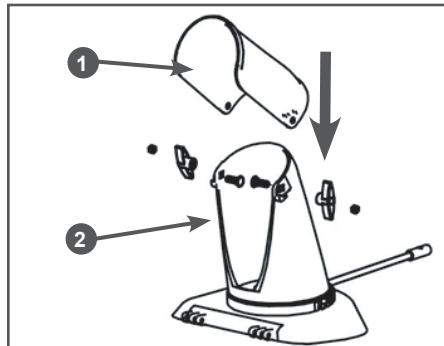

Рис. 4 Установка дефлектора желоба
- Установите дефлектор желоба. Совместите отверстия в дефлекторе и желобе, вставьте в полученные отверстия болты, установите шайбы и закрутите баращковые гайки (Рис. 4).